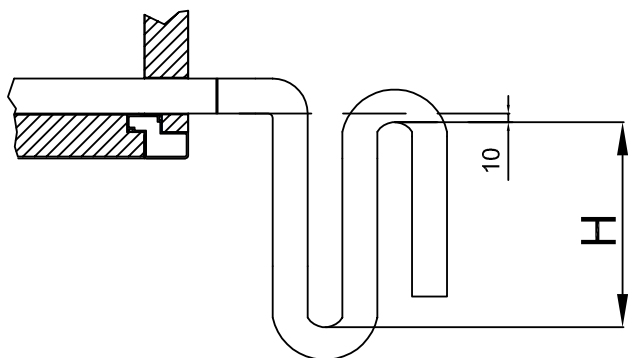
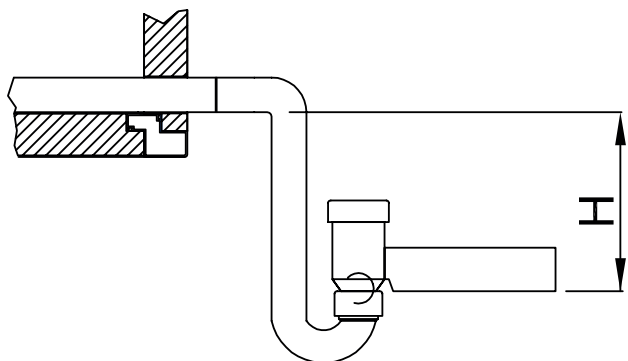

Рис. 33
Рис. 34
- Ниже показаны схемы установки сифона для блока с избыточным давлением (рис. 33) и для блока с разрежением (рис. 34).